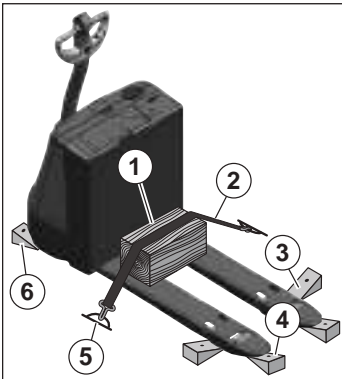

Abb. 41 Fahrzeug sichern
Für den Transport auf einem Lastwagen oder Anhänger muss das Fahrzeug wie in Abb. 41 gezeigt gesichert werden.
6. Fahrzeug mit 6 Keilen sichern (siehe Abb. 41):
- links und rechts am Fahrzeugrahmen, vor den Stützrädern (6)